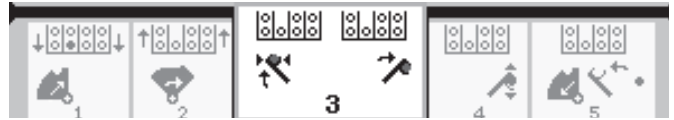

Figure 32
6. Relâchez l'interrupteur à bascule pour passer à l'étape suivante dans la séquence (Figure 32).